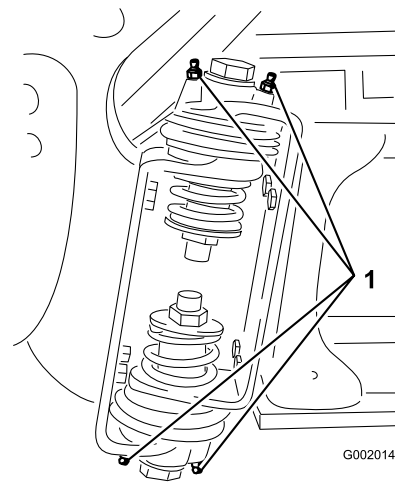

Figure 42
2. Injectez la graisse dans le roulement ou la bague de chaque graisseur (Figure 42).